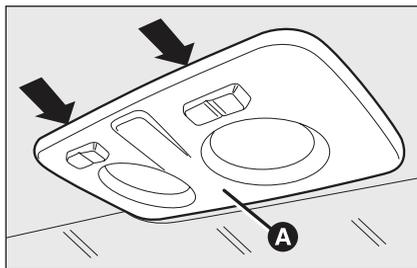
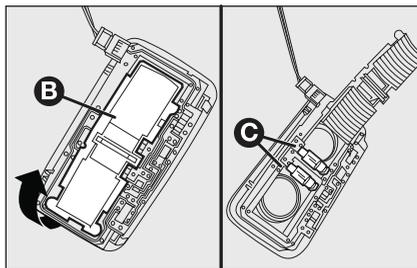

Рис. 29
Рис. 30
- ❑ натискаючи на місця, що позначені на рисунку стрілками, зніміть світильник **A** (рис. 29);
- ❑ зніміть захисну кришку **B** (рис. 30);
- ❑ закрийте кришку **B** (рис. 30) і установіть світильник **A** (рис. 29) на місце, вдавивши його в гніздо до упору.